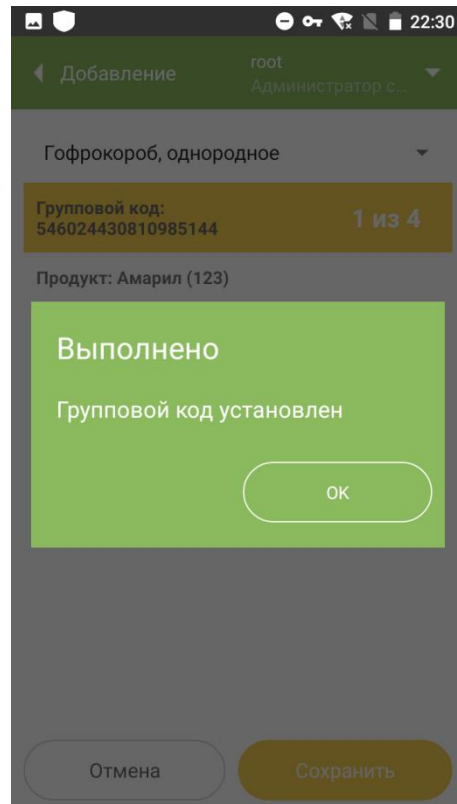
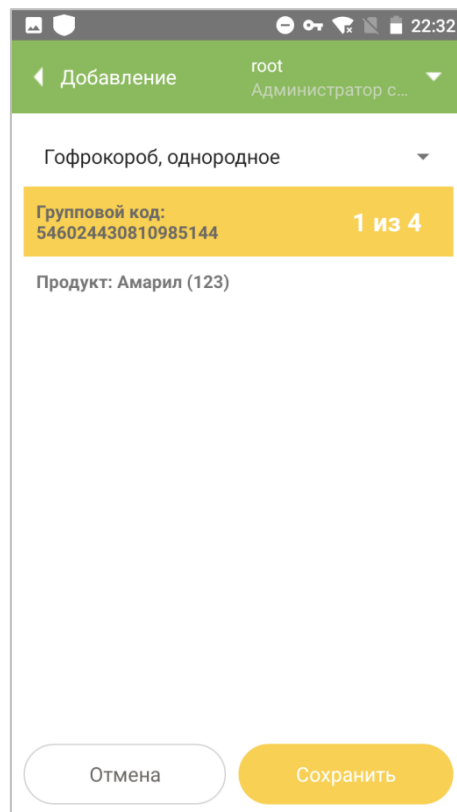

Рисунок 6.3
Рисунок 6.4
- 2.1.1. Просканировать групповой код гофрокороба SSCC, в который будут добавлены потребительские упаковки с SGTIN. Появится всплывающее окно «Выполнено. Групповой код установлен» (Рисунок 6.3). Подтвердить нажатием «ОК». При этом на экране отобразится информация о содержимом короба (Рисунок 6.4).